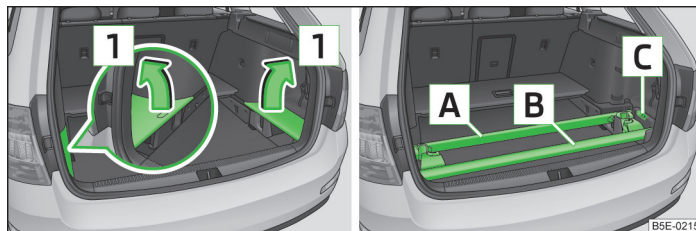

Fig. 90 Scoateți capacele laterale / depozitați corect suportul pentru portbagaj de acoperiș
► Scoateți capacul lateral al portbagajului în sensul săgeții **1** » fig. 90.
- Scoateți capacul lateral al portbagajului în sensul săgeții **1** » **fig. 90**.
- Remontați capacele laterale ale portbagajului în sens contrar săgeții **1** » **fig. 90**.
- Cheile pentru suportul pentru portbagaj de acoperiș se pot depozita în adâncitura **C** » **fig. 90**.